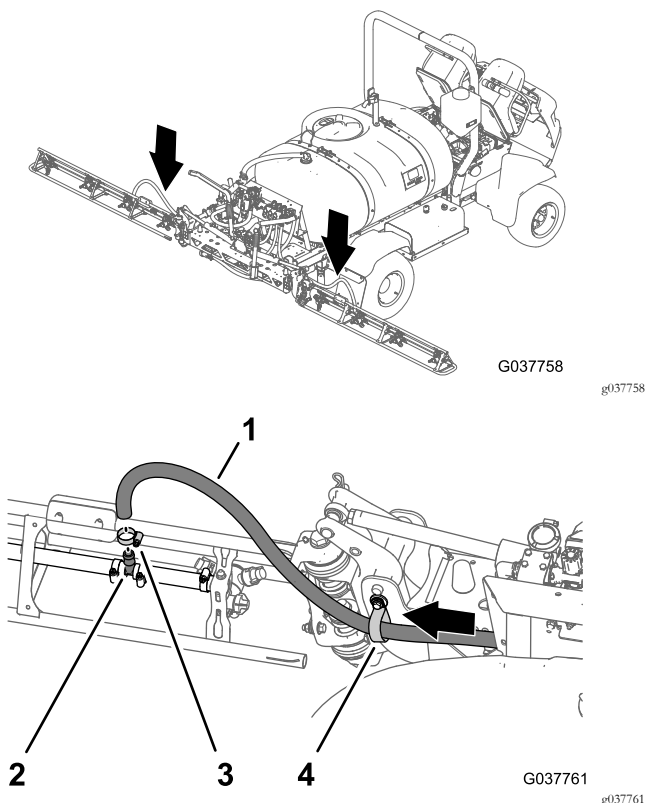

图86
3. 将右喷洒臂供水软管穿过中央喷洒臂段端部的支撑夹具图86。
4. 将中央喷洒臂供水软管安装到右喷洒臂段的 T 形接头上图86。